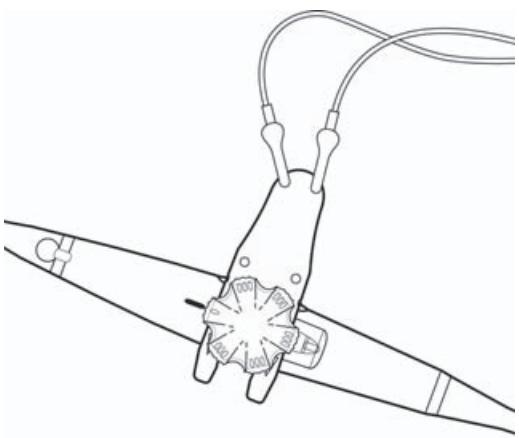

**Figura 6** Collegamento alla piastra del conduttore
- a** Collegare il conduttore nero alla piastra di conduzione nel bagnomaria salato come illustrato nella **Figura 6**.